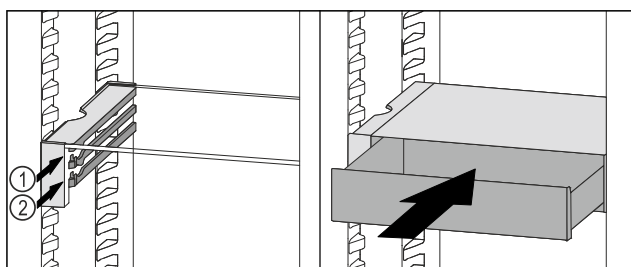

Fig. 55
- ▶ Nasaďte zásuvku VarioSafe za zarážky na požadovaném žeburu Fig. 55 (1) nebo Fig. 55 (2).